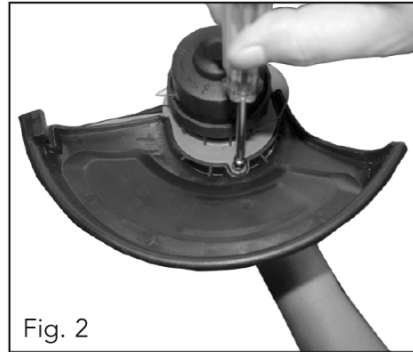

Fig. 2
1. Snu gresstrimmeren opp ned. Før festevingene (9) på beskyttelsen inn i de to sporene på motorhuset.
2. Fest beskyttelsen med de to krysskruene som følger med (fig. 2).